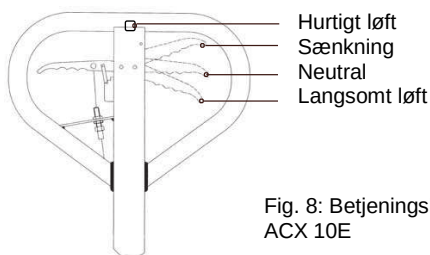

Fig. 8: Betjeningshåndtag
Indstil ved behov betjeningshåndtaget, som beskrevet i det følgende (fig.8):
- Når betjeningshåndtaget befinder sig i positionen for "Sænkning" og gaflerne ikke flytter sig ned, skal indstillingsmøtrikken drejes med uret, indtil den virkning, der passer til grebetspositionen, opnås. Kontrollér derefter positionen "Neutral" iht. fig. 8, og kontrollér, om indstillingsmøtrikkens position er korrekt.